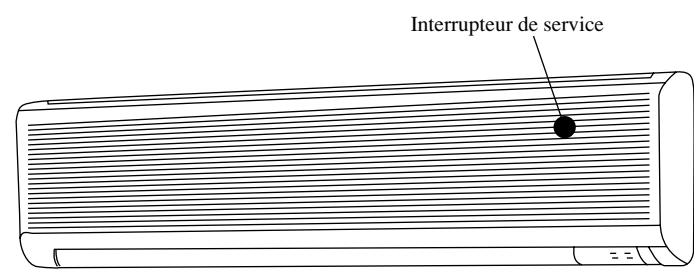

Fig. 8
- (1) Vérifier que l'interrupteur de service est placé sur la position "NORMAL" (Voir figure 8)
(2) Le bouton doit être installé dans la position supérieure normale ment.